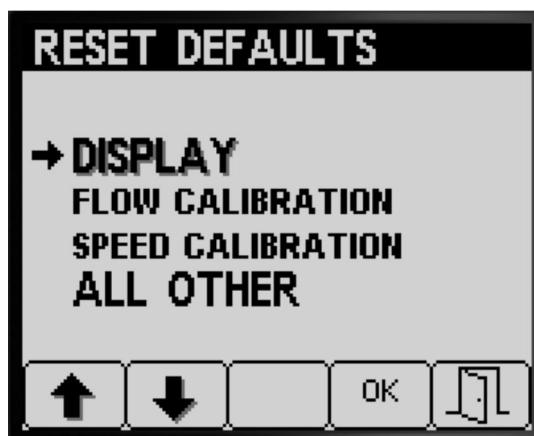

图 35
4. 按 4 号按钮可重置选定选项的设置图 35。
5. 对您想要重置的其他选项重复步骤 3 和 4 图 35。
6. 按 5 号按钮可保存设置退出 RESET DEFAULTS 重置为默认值屏幕然后返回至 SETTINGS 设置屏幕图 35。